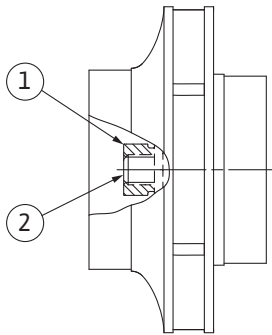

Fig. 111: Montajdan sonra çark somununun doğru konumu
8. Mili açık uçlu bir anahtarla (22 mm) tutun ve çark somununu belirtilen sıkma torku (bkz. tablo "Sıkma torkları" [► 33]) ile sıkın. Somun (Fig. 111, Poz. 1) mil ucuyla (Fig. 111, Poz. 2) yaklaşık ±0,5 mm'lik bir hizada olmalıdır. Şayet bu söz konusu değilse somunu söküp ve 4 ... 8 işlem adımlarını tekrarlayın.